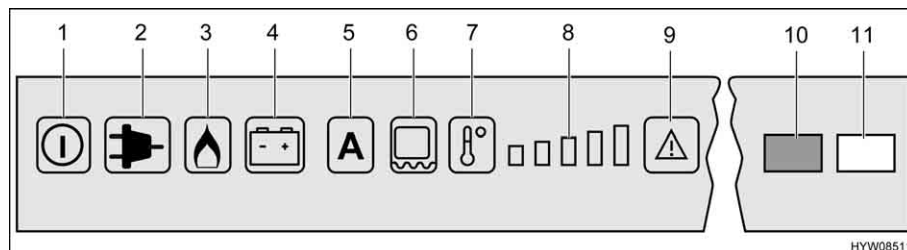

Fig. 103 Elementi di comando per il frigorifero (Dometic RMD)
Se è impostata la modalità di funzionamento "AES", la tensione a 230 V **non** è allacciata e il motore del veicolo è **spento**, il sistema AES seleziona il rifornimento di gas. Selezionando il funzionamento a gas, il dispositivo di sicurezza si apre automaticamente, così che il gas possa fluire al bruciatore. Contemporaneamente si inserisce l'accenditore elettronico. Se la fiamma del gas si spegne, p. es. a causa di un colpo di vento, l'accenditore viene subito azionato riaccendendo il gas. In caso di guasto del funzionamento a gas, lampeggiano i tasti luminosi "Gas" (Fig. 103,3) e "Guasto" (Fig. 103,9). La spia di controllo "Guasto" (Fig. 103,10) è accesa e viene emesso un allarme acustico per 20 secondi.
Dopo l'accensione il frigorifero seleziona automaticamente la regolazione intermedia del termostato. Questa regolazione può essere modificata manualmente tramite il tasto di selezione del livello di temperatura (Fig. 103,7). Le spie di controllo (Fig. 103,8) indicano la temperatura selezionata sul termostato. Il tasto di selezione del livello di temperatura permette di regolare la temperatura di refrigerazione per tutti e tre i tipi di energia. Ci vogliono alcune ore prima che il frigorifero raggiunga la temperatura normale di esercizio. Cambiando la modalità di funzionamento la regolazione del termostato non viene modificata. La temperatura di refrigerazione è indipendente dal tipo di energia utilizzata.
- Accendere il riscaldamento del telaio per 2 ore: Premere una volta il tasto (Fig. 103,6). Sull'indicazione dei gradi di temperatura (Fig. 103,8) si accende una barra.
- Accendere il riscaldamento del telaio per 5 ore: Premere due volte il tasto (Fig. 103,6). Sull'indicazione dei gradi di temperatura (Fig. 103,8) si accendono due barre.
- Regolazione del riscaldamento del telaio ad esercizio continuo: Premere tre volte il tasto (Fig. 103,6). Sull'indicazione dei gradi di temperatura (Fig. 103,8) si accendono tre barre.
L'indicazione dei gradi di temperatura (Fig. 103,8) indica per alcuni secondi la durata di esercizio del riscaldamento del telaio.
Nel caso di temperature esterne ed umidità dell'aria elevate è possibile che si formino gocce d'acqua sul telaio in metallo del vano congelatore. Per questo motivo il frigorifero è dotato di un riscaldamento del telaio per il vano congelatore. Nel caso di temperature e umidità dell'aria elevate, accendere il riscaldamento del telaio con il tasto (Fig. 103,6). È possibile così evitare fenomeni di corrosione. Quando il riscaldamento del telaio è acceso, si accende il tasto luminoso (Fig. 103,6).
- Premere il tasto On/Off (Fig. 103,1) per circa 2 secondi. Il frigorifero si accende e viene visualizzato l'ultimo tipo di energia impostato, oppure "AES".
- Impostare la temperatura di refrigerazione con il tasto di selezione del livello di temperatura (Fig. 103,7). Le spie di controllo (Fig. 103,8) indicano la temperatura selezionata sul termostato.
- Premere il tasto On/Off (Fig. 103,1) per circa 2 secondi. Il frigorifero si spegne e le indicazioni smettono di lampeggiare.